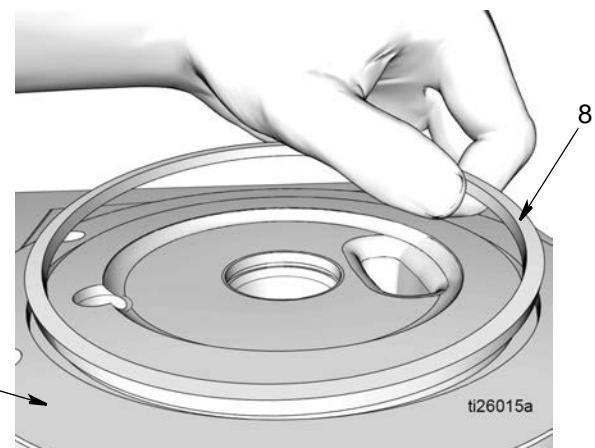

图 27
22. 从泵底座 (1) 上拆下方 O 形圈 (1)（图 27）。根据正确处置的所有相关规定，处置 O 形圈